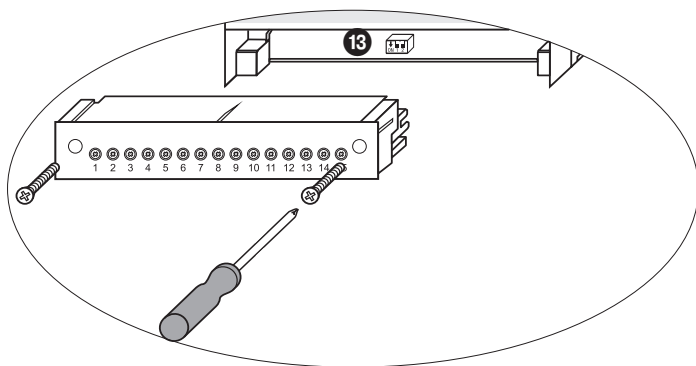

Fig. 9
- **Nederste** klemrække: Løsn fastgørelsesskruerne i højre og venstre side, og træk klemrækken af. **Fig. 9**